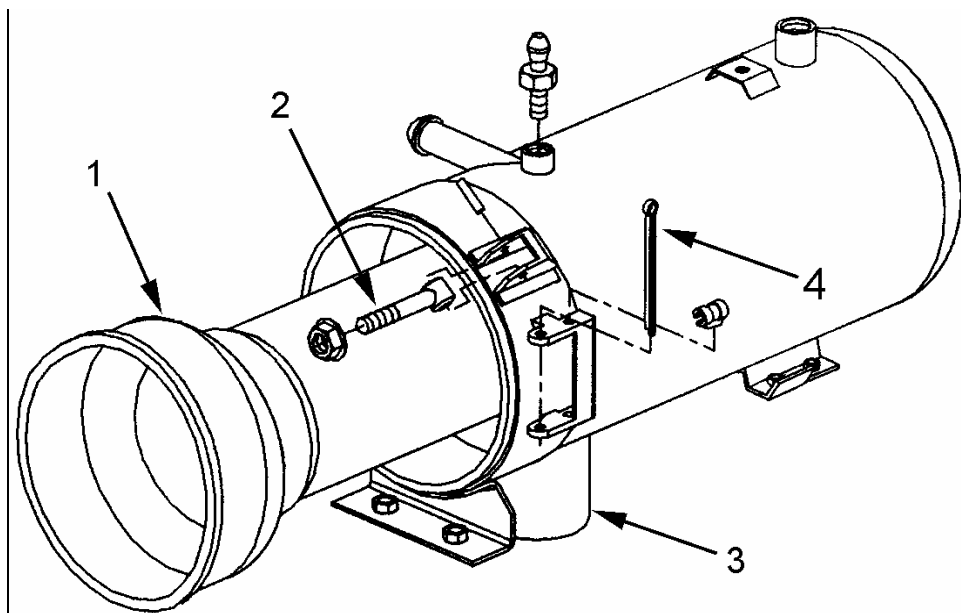

FIGURE 1 : WEBASTO DBW 2010 SECTION ÉCHANGEUR DE CHALEUR (BRÛLEUR NON REPRÉSENTÉ)
2. Desserrer légèrement les écrous des boulons à œil (item 2 figure 1) et faire pivoter le brûleur sans étirer les lignes d'essence et les fils électriques.
Vérifier tous les unités de préchauffage Webasto DBW 2010 en stock ou sur les véhicules afin de s'assurer que les chambres de combustion sont présentes (item 1 figure 1) (**seulement les unités fabriqués entre octobre 1999 et avril 2000, voir l'autocollant rond apposé sur le brûleur**). Si une chambre de combustion est manquante, **cette unité de préchauffage ne doit être utilisée sous aucun prétexte, tant qu'une chambre de combustion ne sera pas installée dans l'unité.**
1. Desserrer légèrement les écrous des boulons à œil (item 2 figure 1) (ne pas étirer la ligne d'essence et les fils électriques). Retirer la goupille (item 4 figure 1) servant de pivot et retirer le brûleur vers l'arrière. Prendre soin de ne pas heurter l'électrode d'ignition.